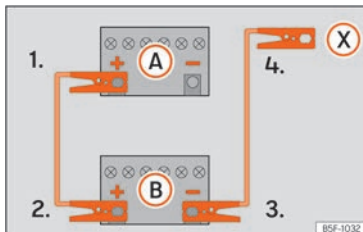

Abb. 82 Anschlusschema für Fahrzeuge ohne Start-Stopp-System.
zeugs mit der entladenen Fahrzeugbatterie (A) »» » **Abb. 82**.
3. Klemmen Sie das andere Ende des roten Starthilfekabels an den Pluspol (+) des Strom gebenden Fahrzeugs (B).
- 4a. Bei Fahrzeugen ohne Start-Stopp-System: klemmen Sie ein Ende des schwarzen Starthilfekabels an den Minuspol (-) des stromgebenden Fahrzeugs (B) »» » **Abb. 82**.